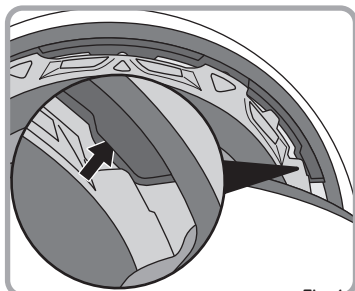

Fig. 1
- ① Sätt in vadderingen vid tinningarna som visas i Fig.1.